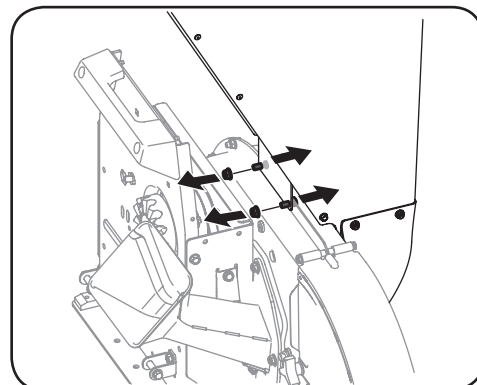

Figura 5-5
3. Saque las dos tuercas con reborde (y los pernos hexagonales) que sujetan el soporte de la tolva a la caja del motor. Guarde los herrajes. Vea la Figura 5-5.